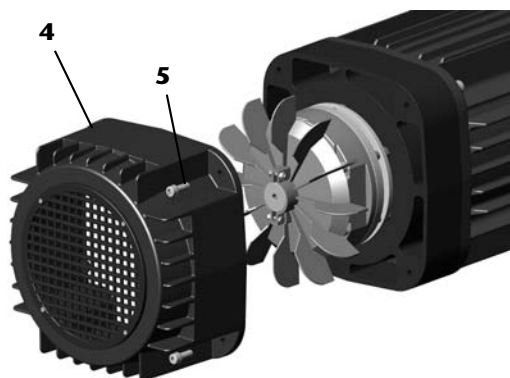

fig. 147a
3. Retirez le capot moteur -4- dévisser complètement les 4 vis -5- (fig. 147a).